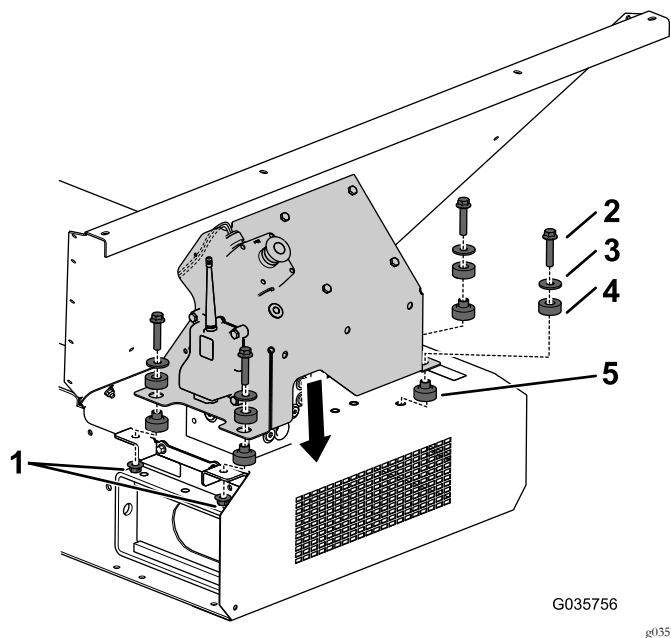

Figure 16
Remarque: Veillez à passer le fil du connecteur d'arrêt d'urgence dans la fente au sommet du couvercle, comme montré à la Figure 16.
18. Fixez le couvercle sur le support et la protection de rinçage à l'aide de 4 boulons ($\frac{3}{8}$ " x $\frac{3}{4}$ "), 4 rondelles en acier trempé, 4 supports en deux éléments et 2 écrous ($\frac{3}{8}$ ") ; voir Figure 16.